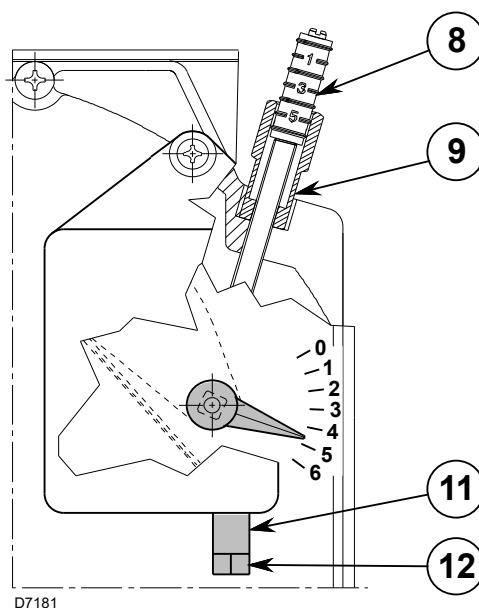

Abb. 15
Die erste Inbetriebnahme muss immer durchgeführt werden, indem die Schraube 12)(Abb. 15) betätigt wird, so dass der Index der Luftklappenposition der 1. Stufe über der Markierung 1 (Werkseinstellung Markierung 1) resultiert.
- Die Mutter 9) lockern und die Schraube 8)(Abb. 15) betätigen, um den Luftdurchsatz der 2. Stufe zu regulieren (siehe CO₂-Werte in Tab. T).
- Die 1. Stufe über die Schraube 12) regulieren, nachdem die Mutter 11)(Abb. 15) (*im Uhrzeigersinn*) gelockert wurde und unter Bezugnahme auf die nachstehende Tabelle bezüglich der CO₂-Werte.
- Die Mutter 11)(Abb. 15) nach erreichter, optimaler Einstellung (*gegen den Uhrzeigersinn*) wieder arretieren. Bei Brennerstillstand schließt sich die Luftklappe aufgrund der Wirkung ihres Gewichts automatisch, bis zu einem maximalen Unterdruck im Schornstein von 0,5 mbar.